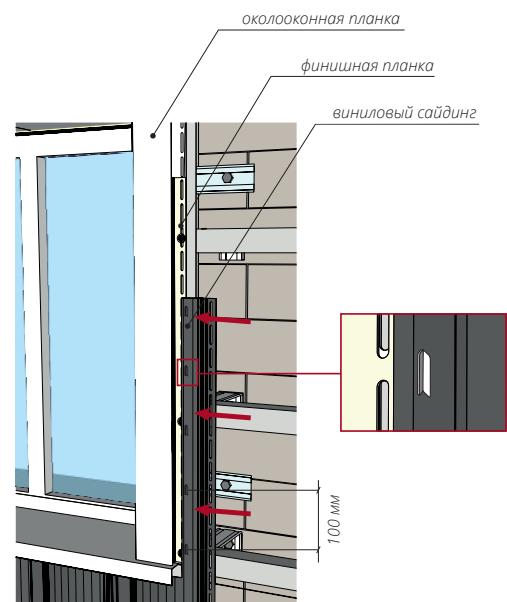

Рисунок 76
**15.6** При монтаже сайдинга вокруг оконного, дверного или прочего проема, происходит согласно пункту 14 и общим правилам монтажа. Сайдинг подрезается по размеру, делаются насечки (описано выше) и фиксируется в финишной планке (рис. 76).